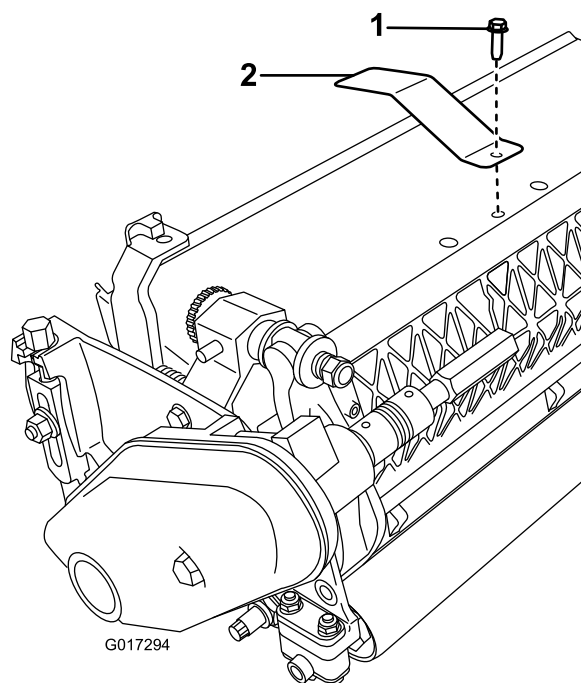

Figura 13
- Rimuovete il bullone centrale del carter dell'erba (Figura 13).
- Montate la piastra bersaglio sopra l'elemento di taglio (sotto la cappottatura in plastica) tramite il bullone rimosso in precedenza (Figura 13).